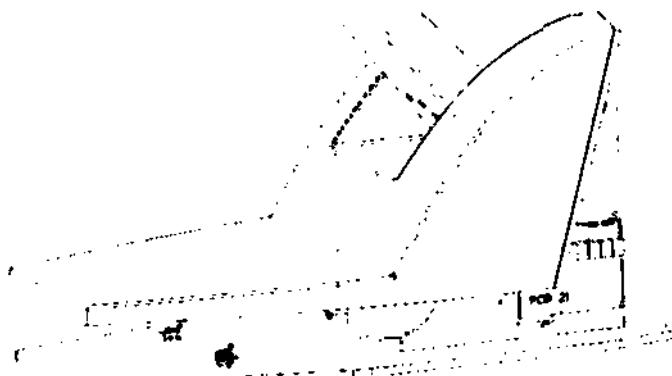

рис. 8
Крышка основания (1) см.рис. 8 имеет функцию предохранительного выключателя. Если при движении верха по направлению вниз будет препятствие (напр.нога обслуживания) на передней крышке основания, движение кресла по направлению вниз остановится и кресло поднимется вверх прикл.на 5 мм. После удаления препятствия кресло способно следующей деятельности.